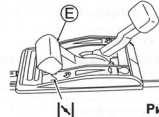

Рис. 5.
3 Установите рычаг газа (E) в положение закрытой заслонки "N". (См. рис. 5.) (Двигатель можно запустить, установив рычаг в положение "N", когда двигатель теплый.)